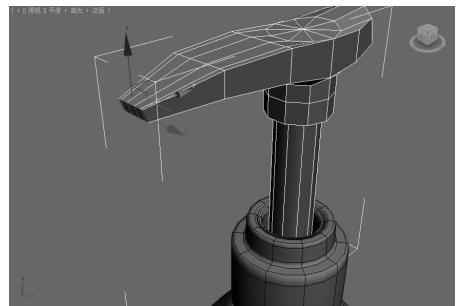

图 5-112 选中按压器出口的多边形▲
(7) 选中第三个圆柱体, 单击“多边形”按钮, 在透视图中选中如图 5-112 所示的按压器出口的多边形。